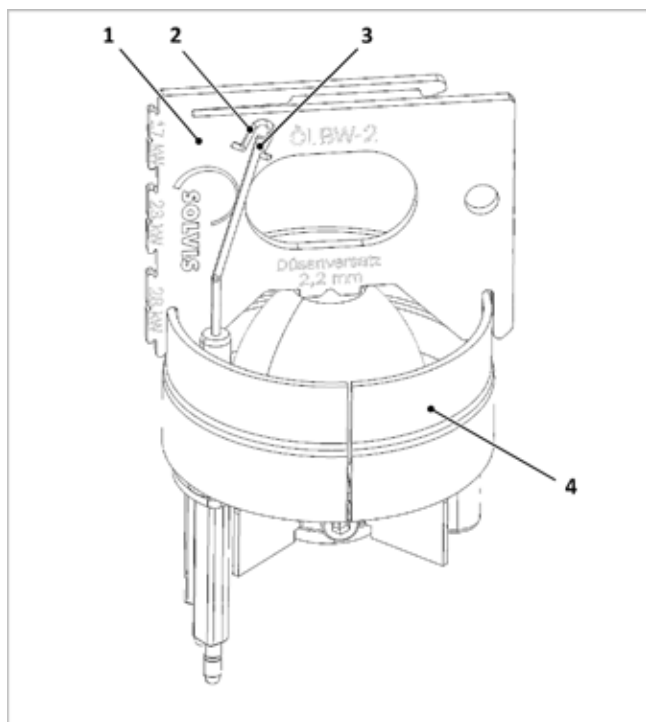

Abb. 149: Zündelektroden prüfen
1. Lage der Elektroden (3) wie in → Abb. 149 gezeigt kontrollieren und ggf. durch vorsichtiges Biegen korrigieren.
2. Mindestlänge kontrollieren. Das untere Ende des Kontrollfensters (2) der Einstelllehre gibt die Mindestlänge der Zündelektroden vor. Sind die Elektroden nur noch geringfügig länger, sollten sie getauscht werden.